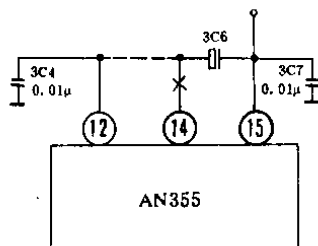

图 1-4
5. 一台牡丹牌 35H1B 型黑白电视机,出现有图无声故障。该机的伴音电路采用集成块 AN355。检修时,用镊子碰触 AN355 的⑮脚及⑭脚,喇叭发出“咯咯”声,说明音频放大器正常;碰触⑫脚,喇叭无声,判定集成块内缓冲级损坏。测⑭脚电压值很小(正常值应为 6.1V),测⑭脚对电阻很大,表明
⑭脚(缓冲级输出端)内部断路。证实判断正确。
应急修理方法是:见图 1-4,将 3C₆ 与 AN355 ⑭脚之间的印刷铜箔线断开,将 3C₆ 断开的一端改接到 AN355 ⑫脚上(图中虚线所示)。改接后,检波信号由直流音量控制电路输出端直接送到音频放大电路输入端(⑮脚),不经过缓冲级。虽然这样处理电路未经缓冲级隔离,但仍能工作。